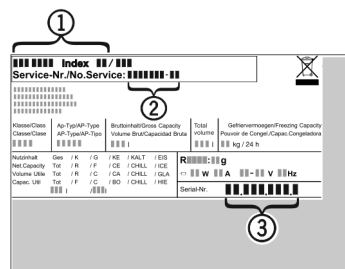

Fig. 10
- ▶ Laitteen nimitys Fig. 10 (1), service-n:o. Fig. 10 (2) ja sarja-n:o Fig. 10 (3) löytyvät tyyppikilvestä Tyyppikilpi sijaitsee vasemmalla sisäpuolella.
- ▶ Ilmoita asiakaspalveluun vika, laitteen nimi Fig. 10 (1), service-n:o Fig. 10 (2) ja sarja-n:o Fig. 10 (3).